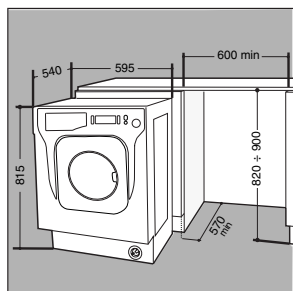

Fig. 6
- Poussez la machine à travers l'ouverture en l'alignant aux autres meubles (*fig. 6*).